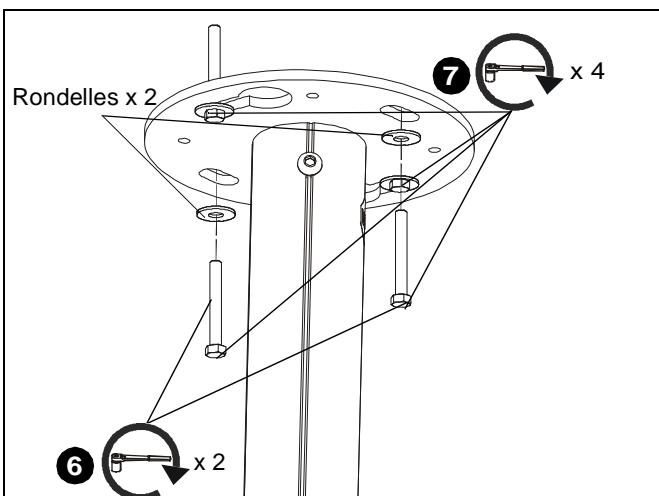

Figure 8
7. Serrez les quatre boulons pour fixer la plaque au plafond. (Voir la Figure 8)
6. Installez les deux boulons 8 mm x 7 mm (5/16" x 2 3/4") (non fournis) à travers deux rondelles plates de 8 mm (5/16") (non fournies) dans des trous situés sur la plaque du plafond (A) et dans le dispositif d'encrage. (Voir la Figure 8)